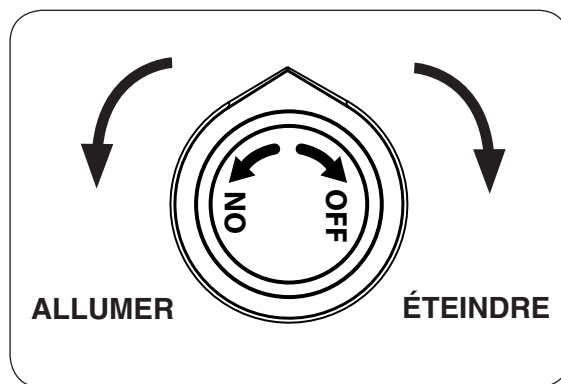

Fig. 30-2
4. **Une fois que le match est en feu et en position**, appuyer sur le bouton de contrôle du gaz et tournez dans le sens antihoraire à la position de **ON (allumer)** (voir Fig. 30-2). Votre brûleur devrait s'allumer.
Pour éteindre le brûleur à gaz, appuyer sur le bouton de contrôle du gaz et tournez dans le sens horaire à la position **OFF (éteindre)** (voir Fig. 30-2). Assurez-vous que le bouton de commande est tourné complètement hors tension pour éviter toute fuite de gaz.